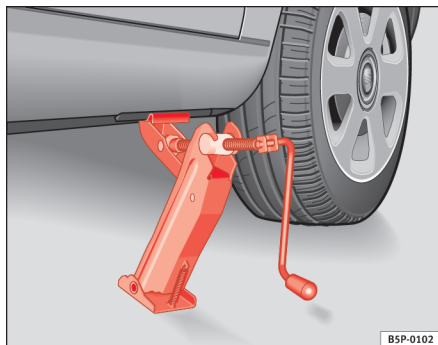

Fig. 179 Sådan sættes donkraften på.
- Stil donkraften således, at dens griber får fat i kanten på panelet, og den bevægelige bundplade står plant på jorden ⇒ side 253, fig. 179.